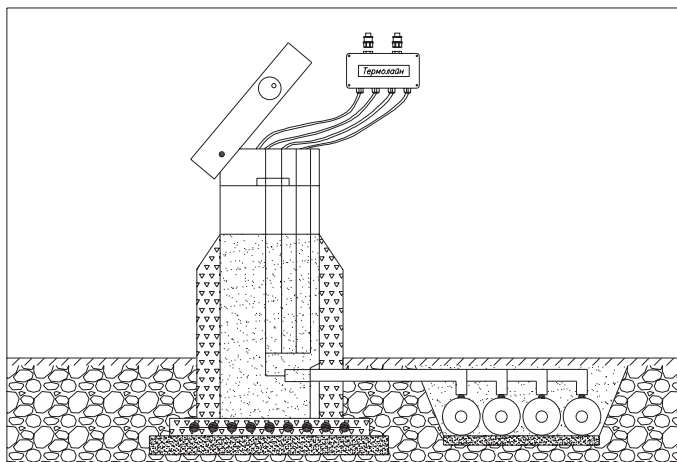

Рис. 12 «Установка терминала в наземном ковре»
16. При установке терминала в наземном ковре (Рис. 12) пункты с 8 по 10 не выполнять.